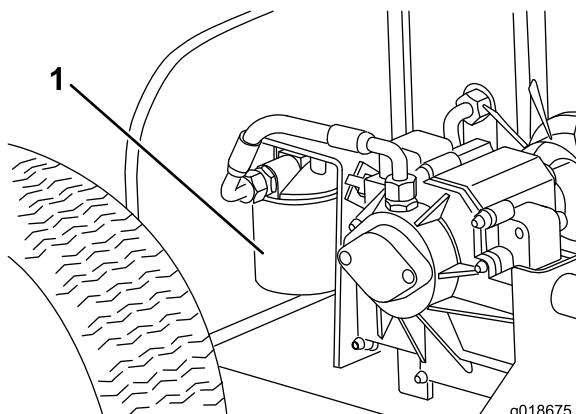

Bild 21
4. Reinigen Sie den Anbaubereich des Filters (Bild 21).